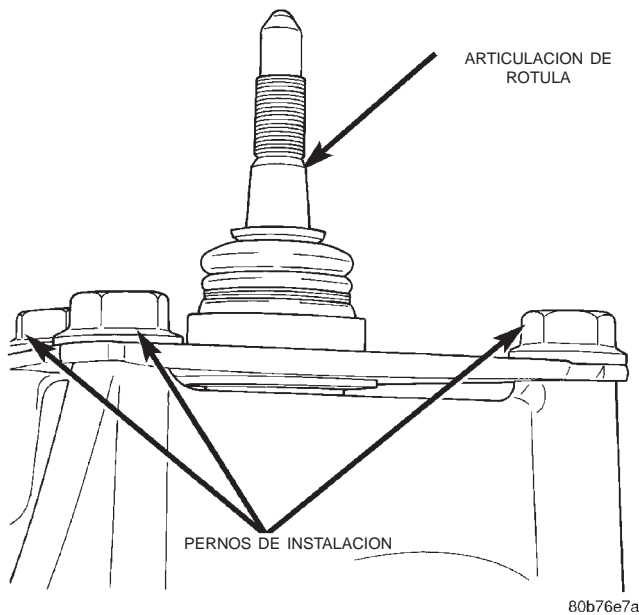

Fig. 13 Pernos de instalación de la articulación de rótula
(5) Retire de la caja del diferencial los pernos de instalación de la articulación de rótula (Fig. 13).
(6) Retire la articulación de rótula de la caja del diferencial.